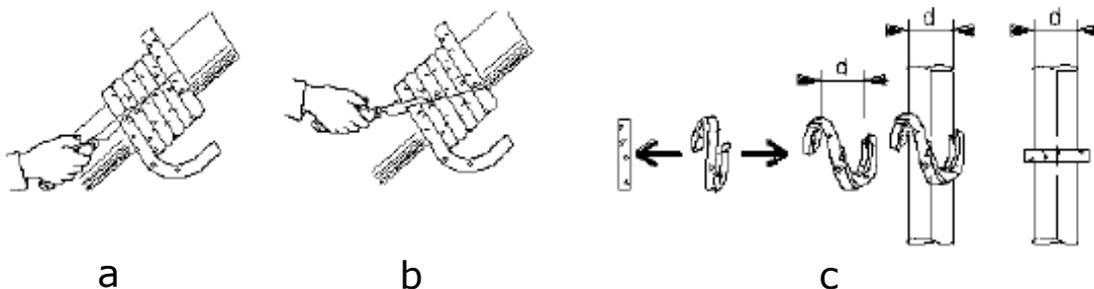

Рисунок 19. Набивка сальника
7.1.7 Набивка сальника (см. рисунок 19)
Плотно обернуть набивку вокруг заготовки, соответствующего размера с валом насоса или втулкой вала. Число витков должно быть достаточным для заполнения набивочной камеры сальника. Разрезать набивку под прямым углом по одной стороне для формирования отдельных колец (см. рисунок 19а). После очистки сальниковой коробки и втулки вала в сальниковую коробку необходимо установить набивку. Согнуть кольцо буквой Z, затем развести в стороны и надеть на вал (см. рисунок 19с). Каждое кольцо необходимо устанавливать индивидуально, используя прокладки, стык каждого кольца должен быть смещен на 180° по отношению к соседнему. Если используются уплотняющее кольцо, то его необходимо устанавливать в сальниковую коробку так, чтобы оно было соосно с соединителем для охлаждающей воды. Набивка должна располагаться перпендикулярно корпусу насоса. После установки последнего кольца, установить крышку сальника и затянуть от руки. После затяжки, вал должен вращаться свободно от руки, как и без сальника.